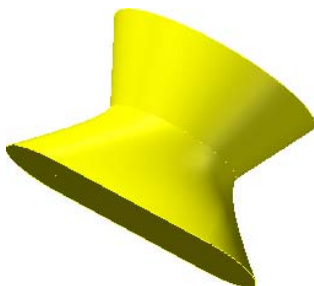

图 7-24 直纹式举升实体
- 05 如果选中“举升实体”对话框中的“以直纹方式产生实体”选项前面的复选框时，创建的举升实体结果如图 7-24 所示。